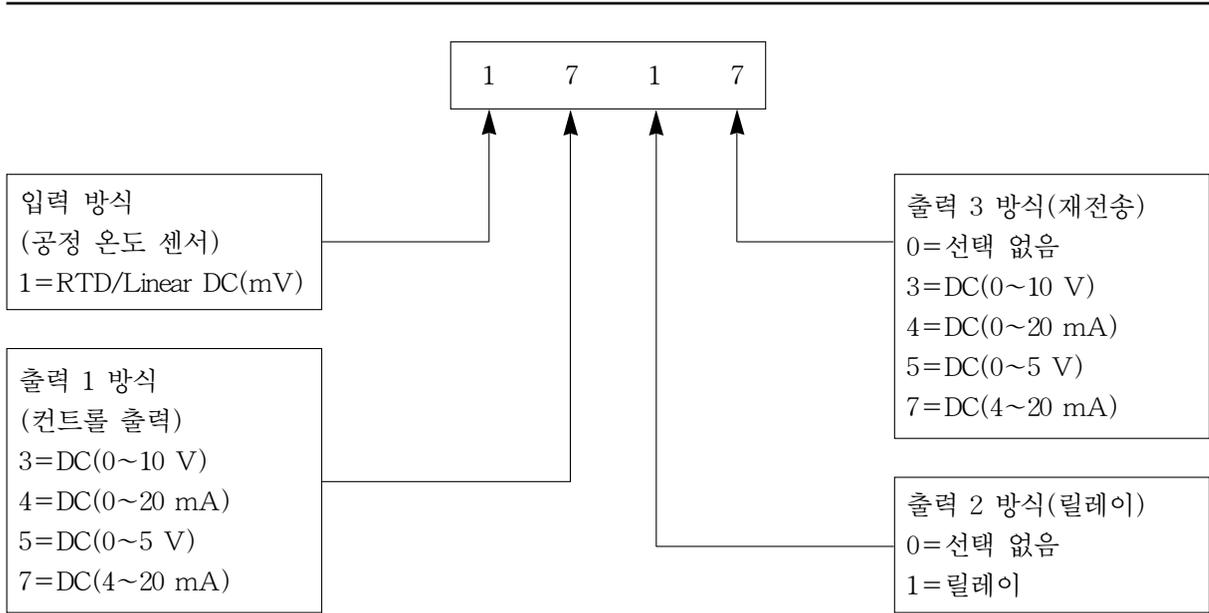

Fig. 3 SX100e 하드웨어 69코드(디폴트 값은 상기 표현대로 17170이다.)
**Table 6. SX100e 하드웨어 설정모드(Fig.3 참조)**